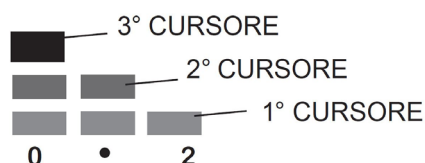

Fig. 1
- Ogni **COLONNA** è formata da tre **CURSORE** di temperatura (Fig.1) :